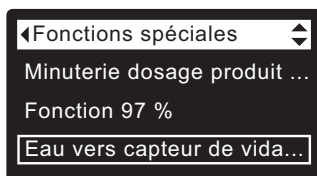

FIG. 90
1. À partir d'un écran d'état dynamique, appuyez sur le sélecteur (O) pour afficher le **Menu principal**.
3. Appuyez sur le sélecteur (O) pour afficher le menu des fonctions avancées.
5. Appuyez sur le sélecteur (O) pour afficher le menu des fonctions spéciales (cf. Figure 90).
8. Si le cercle vis-à-vis de l'option souhaitée a déjà un point, passez à l'étape 9. Sinon, appuyez sur le bouton BAS (▼) ou HAUT (▲) pour passer à l'autre option, puis sur le sélecteur (O) pour confirmer votre choix.
9. Appuyez sur le sélecteur (O) : l'afficheur revient au menu des fonctions spéciales (cf. Figure 90).